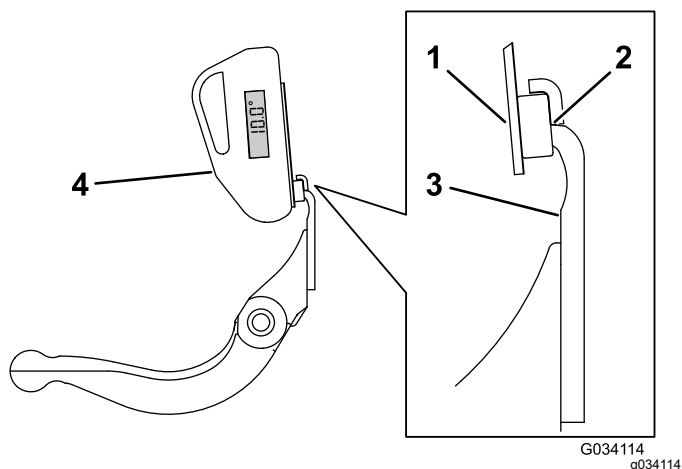

Figura 34
3. Coloque el soporte del indicador de ángulo sobre el filo de la contracuchilla de manera que el borde del imán esté enrasado con el filo de la contracuchilla (Figura 34).
4. Coloque el indicador de ángulo en el soporte, según se muestra en Figura 34.